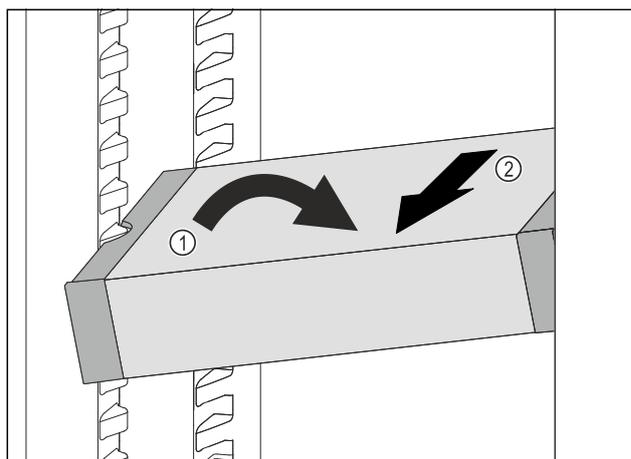

Fig. 133
- ▶ Impostare il vano frigorifero di VarioSafe ad angolo. Fig. 133 (1)
- ▶ Rimuovere VarioSafe tirando in avanti. Fig. 133 (2)